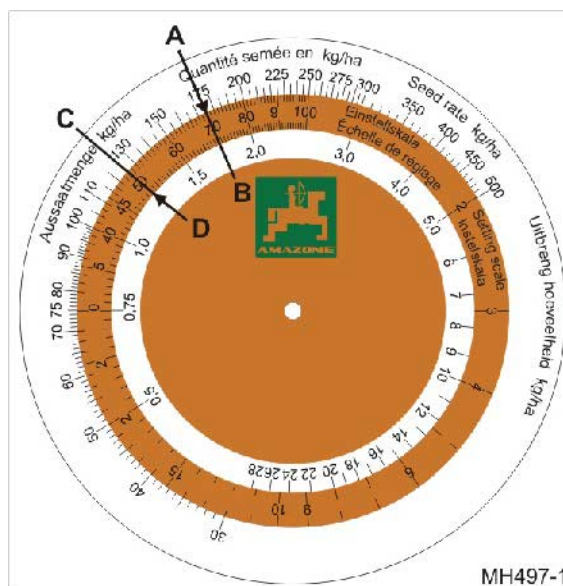

Рис. 138
- o рассчитанная норма высева 175 кг/га (Рис. 138/A)
- o положение редуктора 70 (Рис. 138/B)
2. Определите на счетном диске положение редуктора для требуемой нормы высева 125 кг/га (Рис. 138/C).
- положение редуктора 50 (Рис. 138/D).